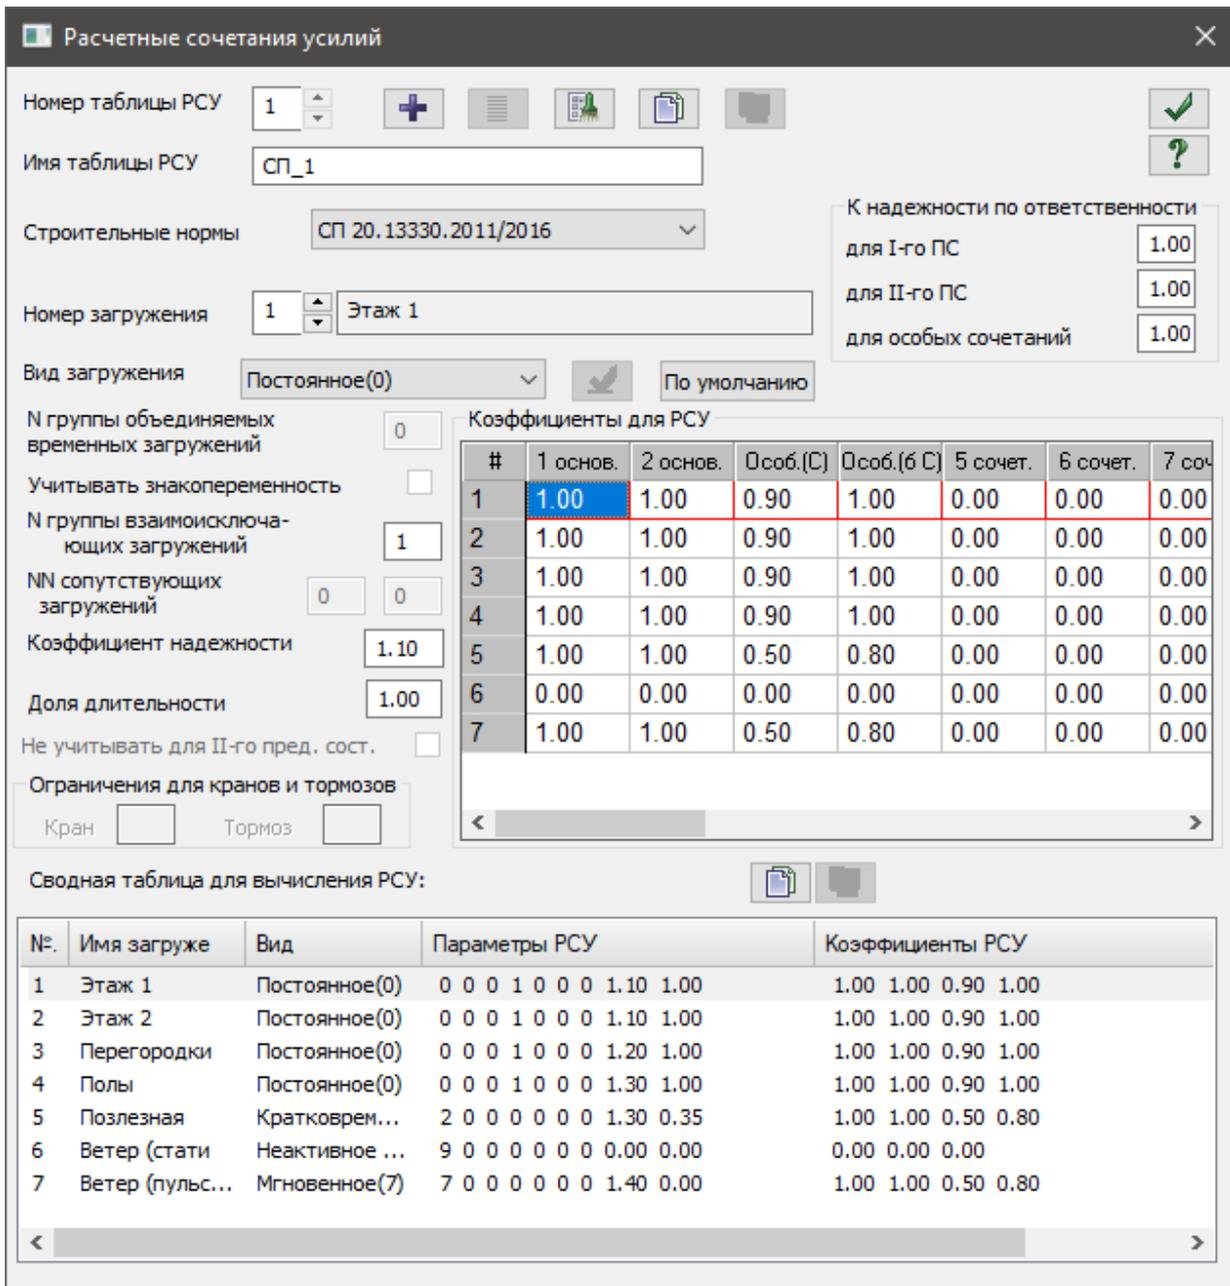

Рис.16.15. Диалоговое окно Расчетные сочетания усилий
- Щелчком по кнопке  – **Таблица РСУ** (панель РСУ на вкладке Расчет) вызовите диалоговое окно **Расчетные сочетания усилий** (рис.16.15).